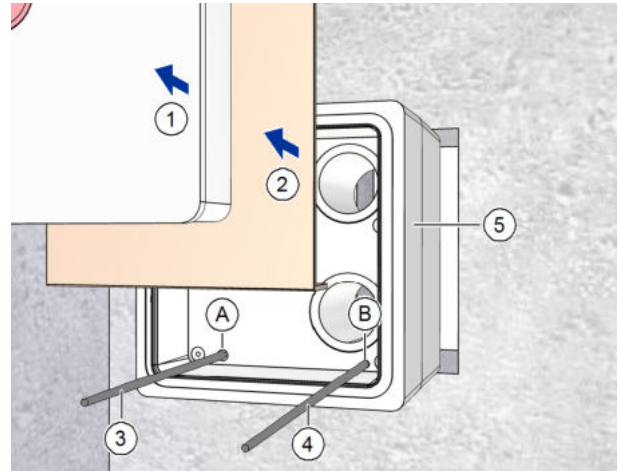

Abb. 10: Mauerkasten einsetzen
- ▶ Entfernen Sie den Putzschutzdeckel (Pos. 1 in Abb. 10) und die Kartoneinlage (Pos. 2 in Abb. 10) vom Mauerkasten (Pos. 5 in Abb. 10).
- ▶ Fädeln Sie das Netzkabel (Pos. 3 in Abb. 10) durch die Bohrung A (Pos. A in Abb. 10).
- ▶ Durchstoßen Sie ggf. mit einem Schraubendreher die verschlossene Bohrung B (Pos. B in Abb. 10).
- ▶ Fädeln Sie ggf. das Steuerkabel (Pos. 4 in Abb. 10) durch die Bohrung B (Pos. B in Abb. 10).
- ▶ Schieben Sie den Mauerkasten (Pos. 5 in Abb. 10) vollständig in den Mauerdurchbruch.